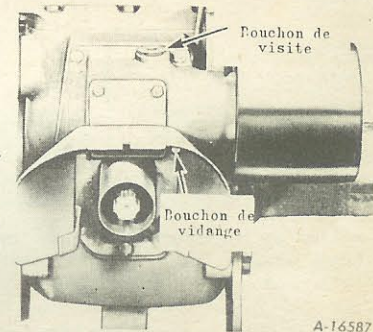

Figure 21A - Poulie de transmission.
La poulie de transmission est automatiquement graissée par l'intermédiaire du carter de transmission, par conséquent, le bouchon (26) ne sert seulement que de bouchon de visite. Retirez le bouchon de vidange (27) et laissez toute l'huile s'écouler du carter de la poulie lorsque l'huile de la transmission est changée. *Voir figure 21A.*